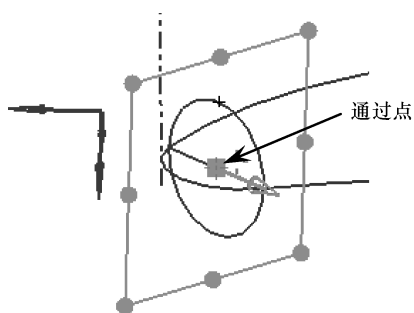

图 5-16 创建新基准平面
- 13 使用【基准平面】命令，采用【点和方向】类型，在钩尖截面中点处创建一个新基准平面，如图 5-16 所示。